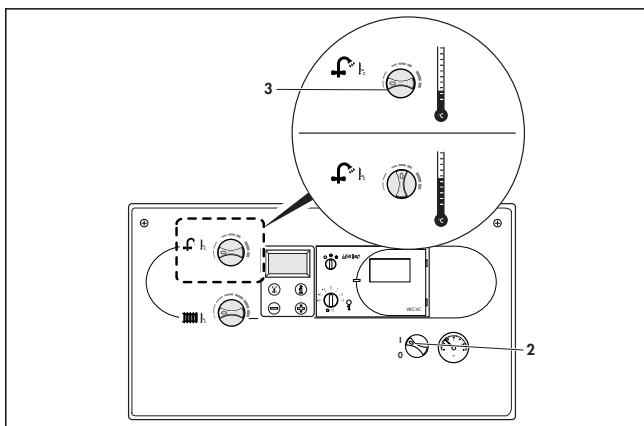

Fig. 5: Prepararea apei calde menajere
**Atenție!** La o duritate a apei mai mare de 10°dh (1,79 mol/m3), fixați comutatorul (3) cel mult în poziția de mijloc (fig. 5).